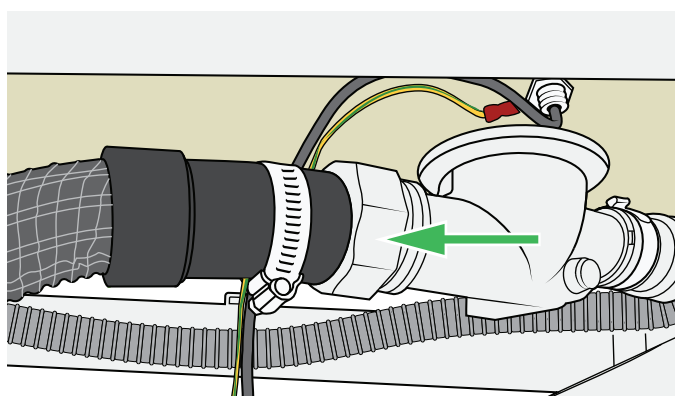

Figure 67
8. Raccordez le tuyau d'évacuation. Voir Figure 67.